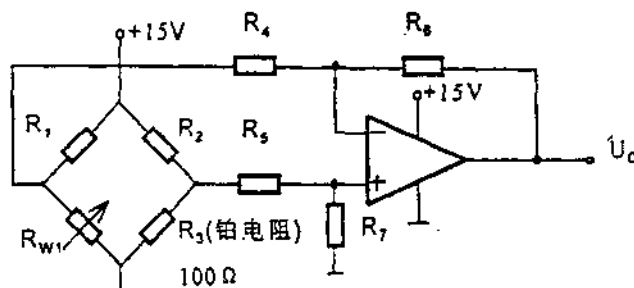

图2.1.7 测量电桥与差动放大电路
(1) 要求
- 可采用铂电阻($R=100\Omega$, $I\leq 35\text{mA}$)、精密电阻及电位器组成的测量电桥作为温度传感器,如图2.1.7所示;
(2) 原理框图